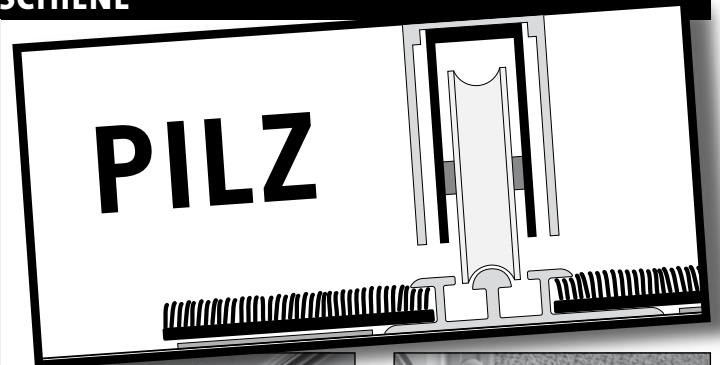

Bild 1
**2:** Montage der Deckenschiene (Bild 1).